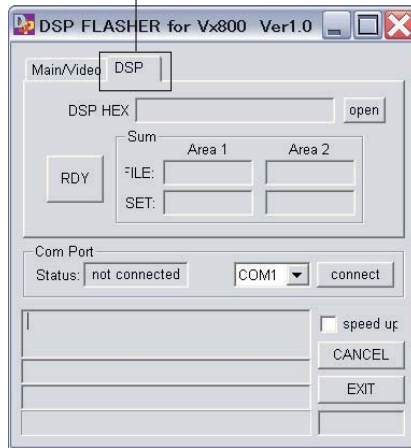

Fig. 11
2. Select “DSP”. (Fig. 11)
2. 「DSP」を選択します。(Fig. 11)